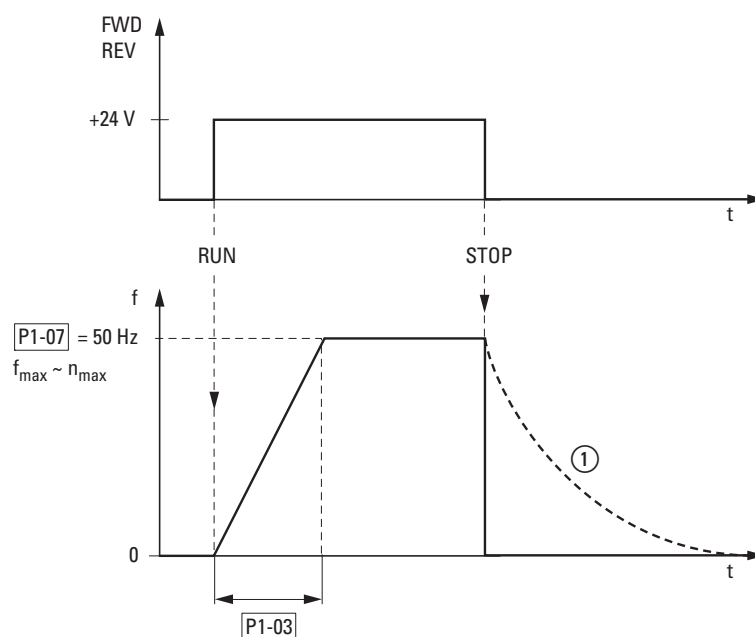

Abbildung 94: Start-Stopp-Befehl bei maximaler Sollwertspannung
Abbildung 94 zeigt beispielhaft den Verlauf, wenn das Freigabesignal (FWD/REV) angeschaltet wird und die maximale Sollwertspannung (+10 V) anliegt. Der Motor folgt in seiner Drehzahl der Ausgangsfrequenz, in Abhängigkeit vom Last- und Trägheitsmoment (Schlupf), von 0 bis n_{max} .
Wird im Betrieb das Freigabesignal (FWD, REV) abgeschaltet, so wird der Wechselrichter sofort gesperrt (STOP) und die Ausgangsfrequenz auf 0 gesetzt. Der Motor läuft ungeführt aus (siehe ① in Abbildung 94). Die Beschleunigungszeit wird in Parameter P1-03 eingestellt.